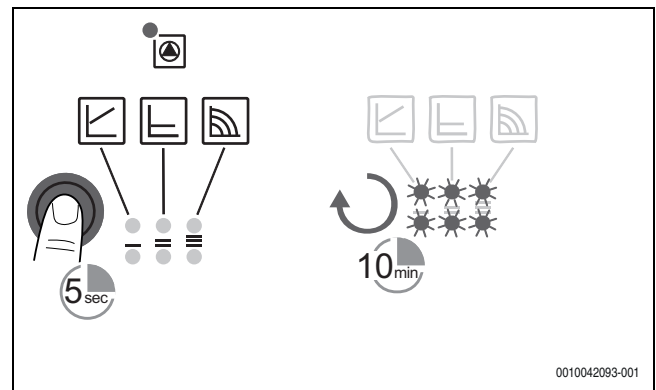

Fig. 19 Redémarrage manuel de la pompe
- Activer le redémarrage manuel en appuyant pendant 5 secondes sur la touche de commande (→ fig. 19), puis relâcher. La fonction de redémarrage se lance et dure 10 minutes max. Les LED clignotent les unes après les autres dans le sens des aiguilles d'une montre.